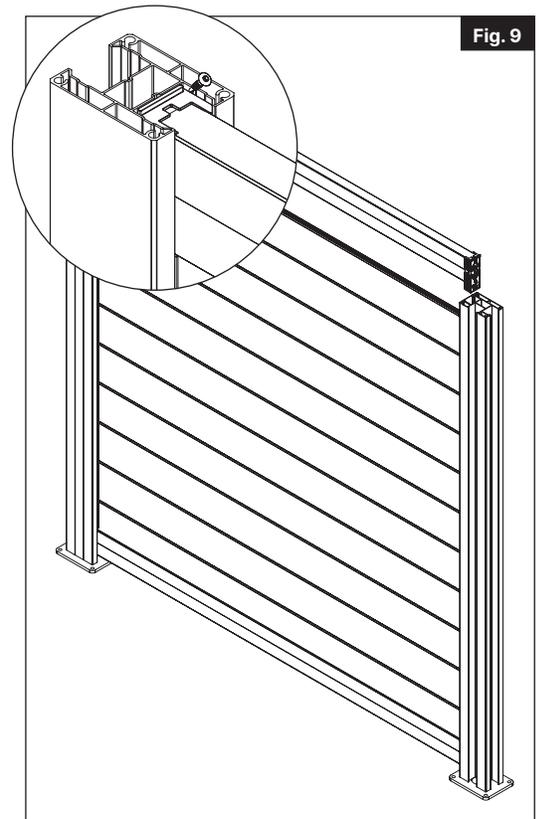
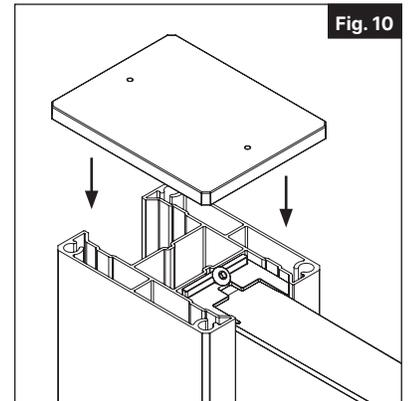
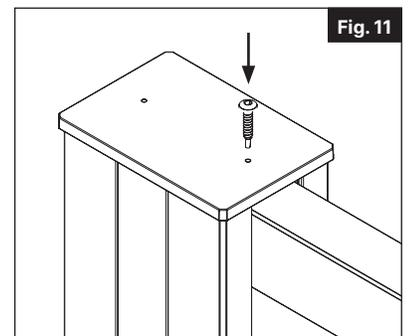

Fig. 9
Fig. 10
Fig. 11
12. Instale la tapa sobre la parte superior del poste y presione hacia abajo hasta que la tapa encaje (Fig. 9). Para mayor seguridad, se puede atornillar la tapa al riel superior (Fig. 10).
13. Instale la cubierta del poste. Inserte el clip sujetador en los costados opuestos de la cubierta. Deslice dos mitades alrededor de la base del poste. Bloquee ambas presionando las dos mitades en el lugar (Fig. 11).
3. Instale el riel inferior en el poste y los siguientes postes para ayudar a determinar la ubicación. Repita para los postes adicionales (Fig. 9).
4. Instale el riel inferior en el poste con un mínimo de 72 1/4" desde la parte superior del poste a la parte inferior del soporte (Fig. 10). Nivele el riel y fíjelo al poste con el perno #10 x 3/4" a través del agujero inferior en el soporte.
- 11.** Instale el riel superior deslizando los soportes en las canaletas del poste. Detenga el soporte cuando la parte superior del soporte quede al ras de la parte superior del poste. Instale un perno de #10 × 3/4" en un ángulo a través del soporte y hacia adentro de la pared interior del poste (Fig. 9)
- 12.** Instale la tapa sobre la parte superior del poste y presione hacia abajo hasta que la tapa encaje (Fig. 10). Para mayor seguridad, se puede atornillar la tapa al riel superior (Fig. 11).